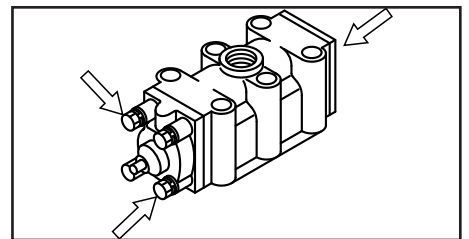

Figura 27
- Extraiga los 8 pernos de retención de la tapa A y tapa B, y retire la tapa A y la tapa B (consulte la Figura 27).